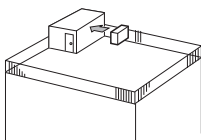

Fig. 2-4
- ① Orientați gura de evacuare a aerului către cel mai apropiat perete la circa 35 cm distanță față de perete. (Fig. 2-4)